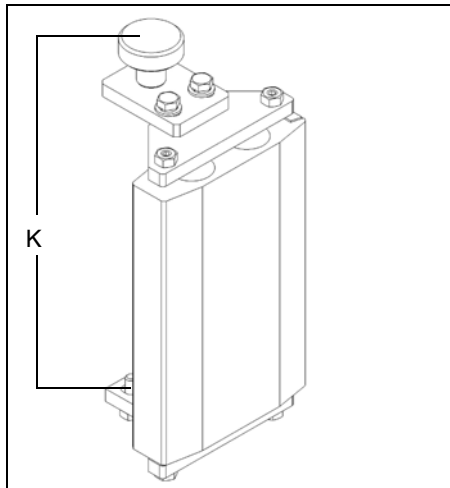

Abb. 16: Schleifschuh
Schritt 1: Den Arbeitstisch (B) nach unten kurbeln und nach vorne ziehen (Abb 7).
Schritt 3: Den Schleifschuh (siehe Abb. 16) mit den Stützrollen zwischen Schleifkörper und Schleifband schieben.
Schritt 4: Den Schleifschuh (siehe Abb. 16) mit den Schrauben (K) fest schrauben bzw. korrigieren.